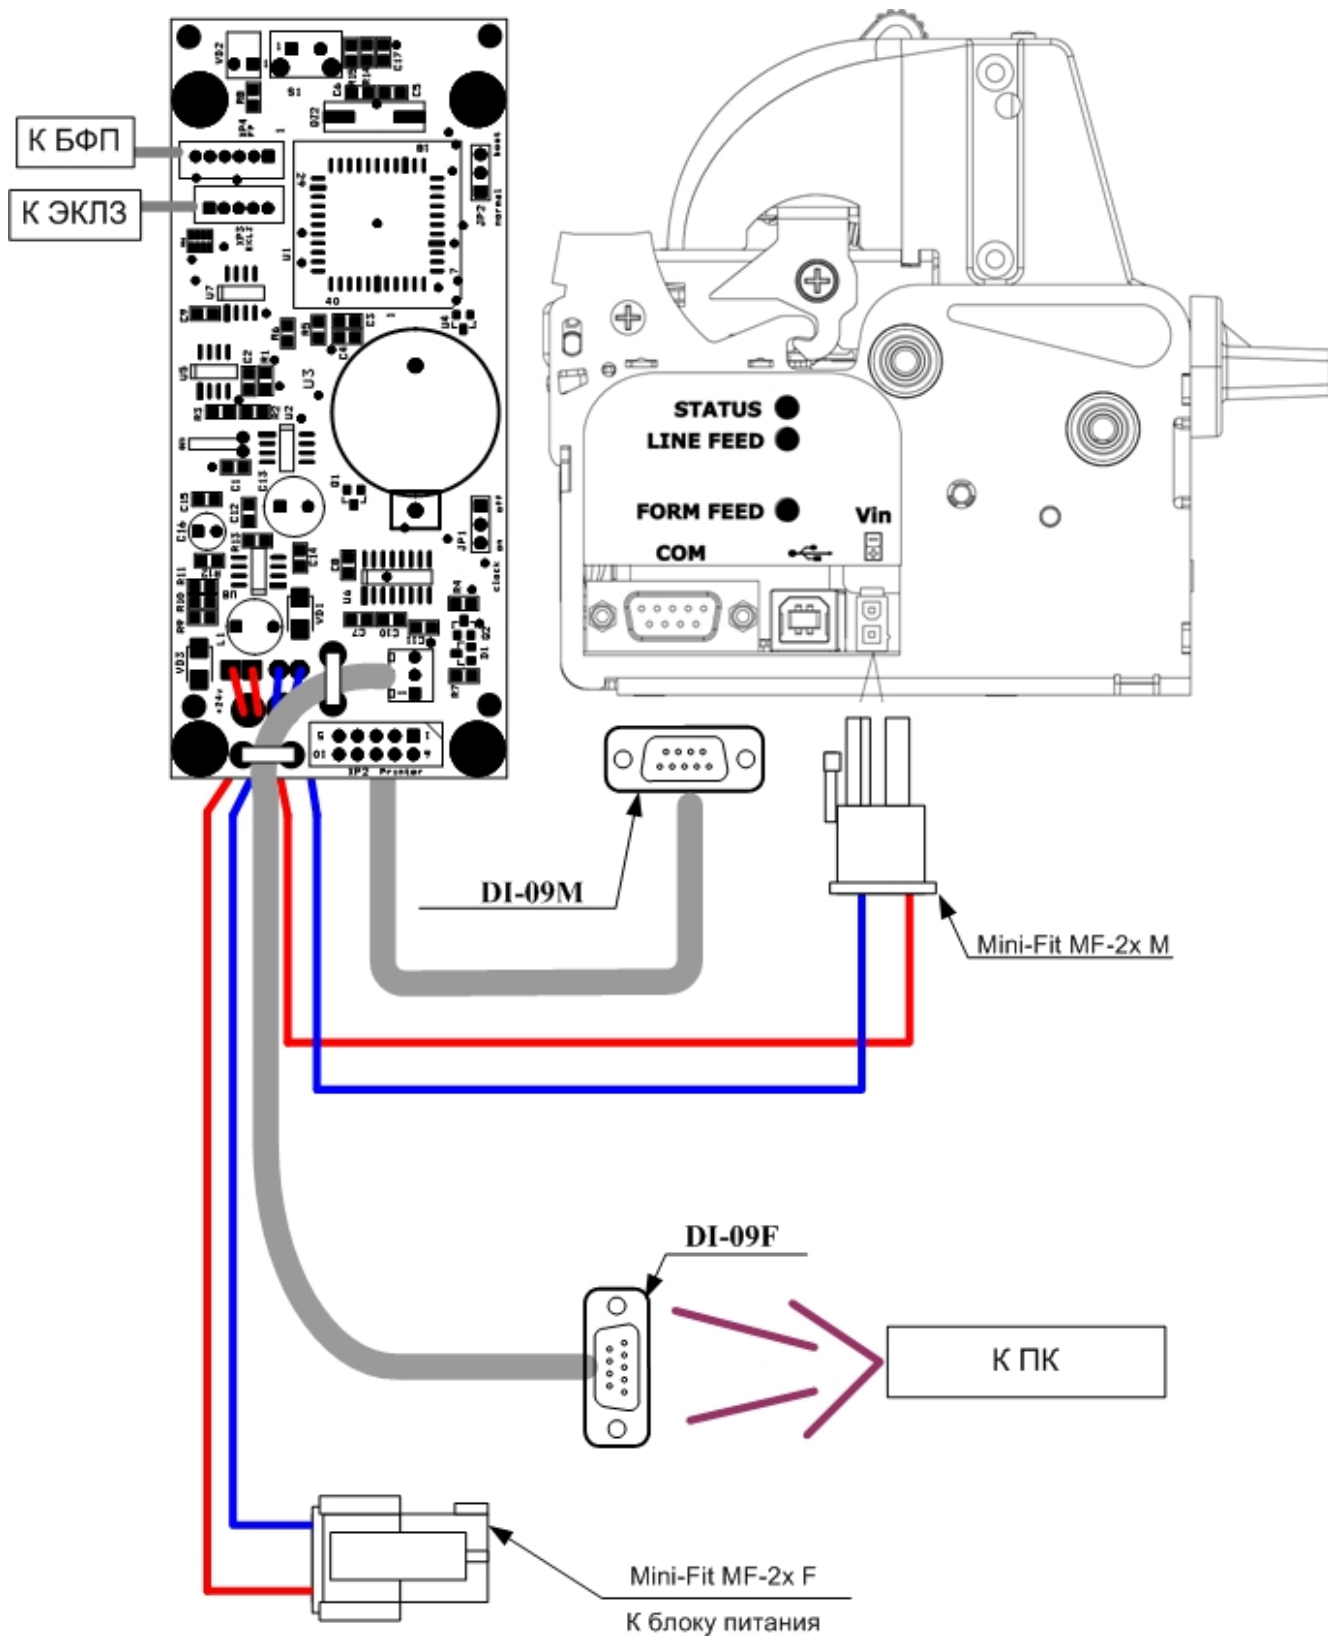

Рисунок 15 – Схема подключения.
4.3. Подключите фискальный блок к принтеру по схеме, приведённой на рис. 15 (корпус фискального блока условно не показан).